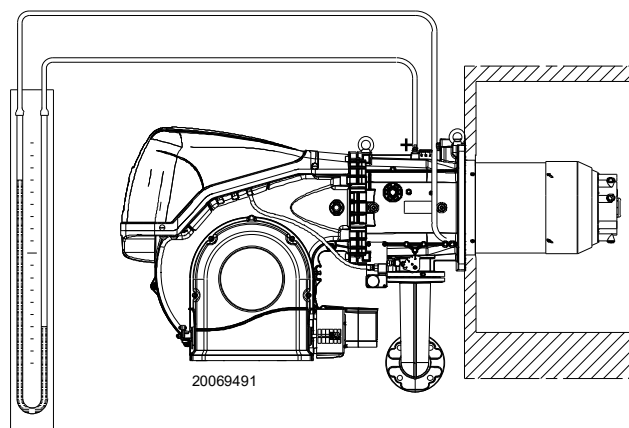

Fig. 29
- Montare un manometro a U o un manometro di tipo differenziale (Fig. 29), con presa (+) sulla pressione del gas del manicotto e (-) in camera di combustione. Serve a ricavare approssimativamente la potenza MAX del bruciatore mediante la .